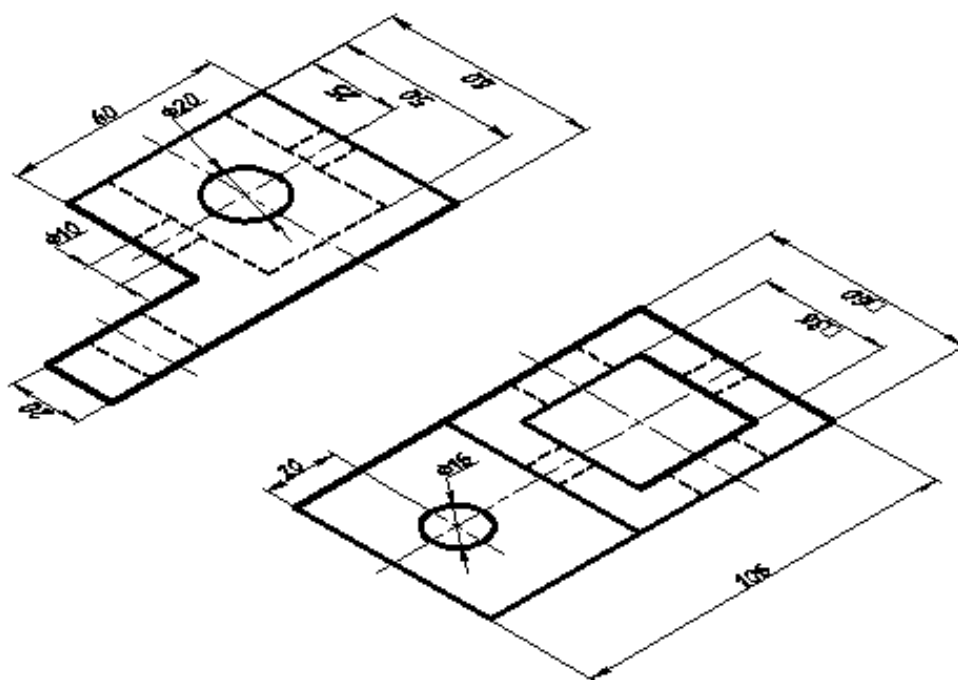
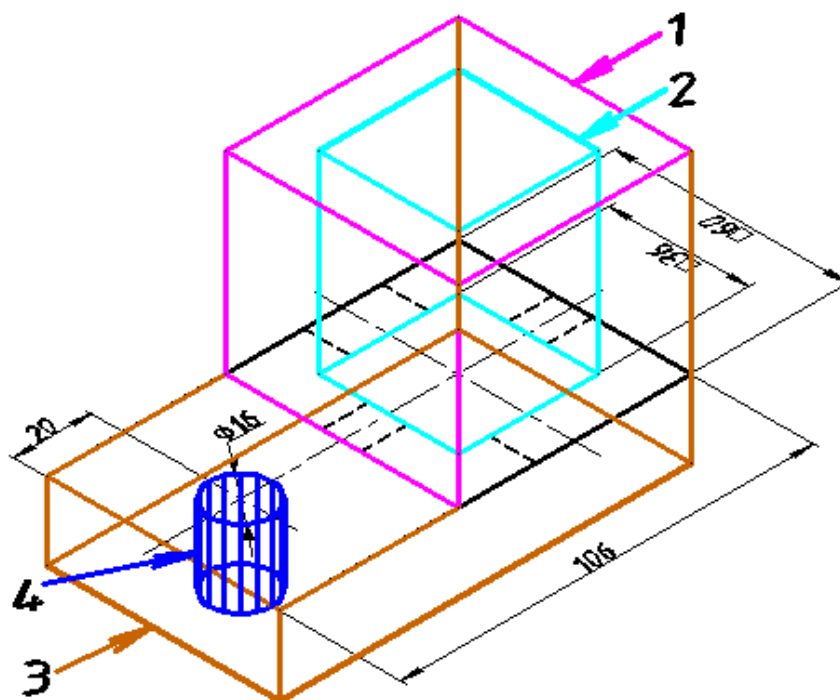

Рис. 27
Рис. 28
4. На панели **Вид** щелкнуть по кнопке **Ю-З изометрия** (). На экране получим аксонометрическое изображение (рис. 27).
6. Переключиться на слой **Контур** и сформировать необходимые для синтеза 3D-модели простейшие геометрические тела прямо на виде сверху на рис. 27 (на панели **Моделирование** щелкнуть по соответствующей кнопке и построить трехмерные изображения тел: параллелепипедов (ящиков) и цилиндров). Тело 1 вытягивается вверх от подложки (вида сверху), тело 3 и 4 – вниз. Результат показан на рис. 28.